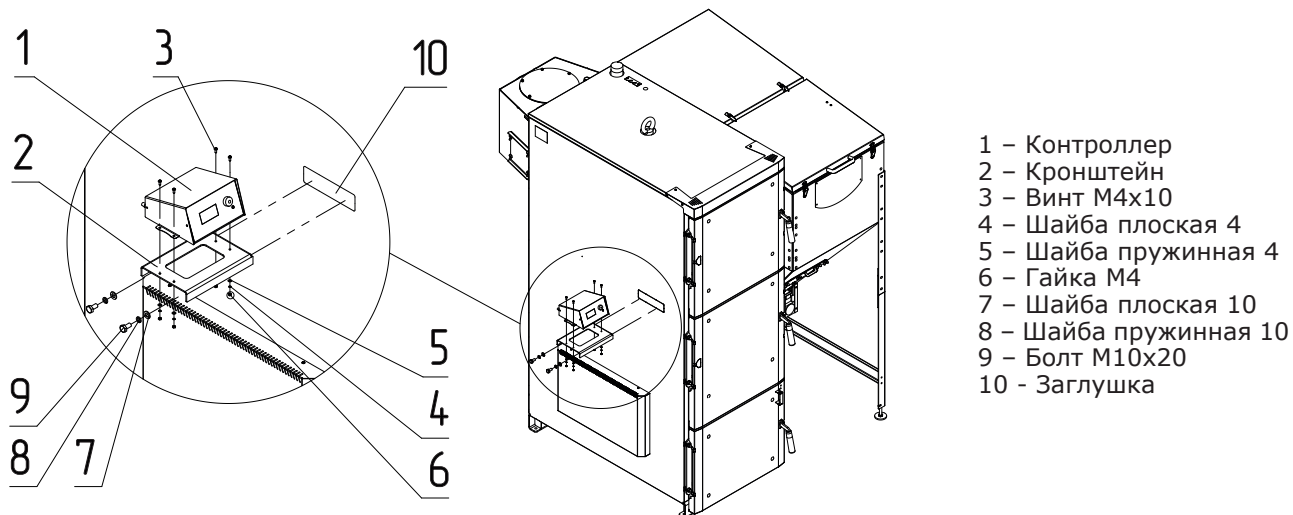

Рис.9 Монтаж контроллера для котлов мощностью от 80кВт
5.8. Монтаж контроллера (Рис.9) для котлов мощностью от 80 кВт производится в следующей последовательности.
5.8.1. Удалите заглушку (Рис.9, поз.10).
5.8.2. Установите кронштейн с помощью крепежного комплекта (Рис.9, поз.7, 8, 9) на втулки с резьбой.
5.8.3. Установите контроллер (Рис.9, поз.1) на кронштейн и закрепите его с помощью комплекта крепежей (Рис.9, поз.3, 4, 5, 6).